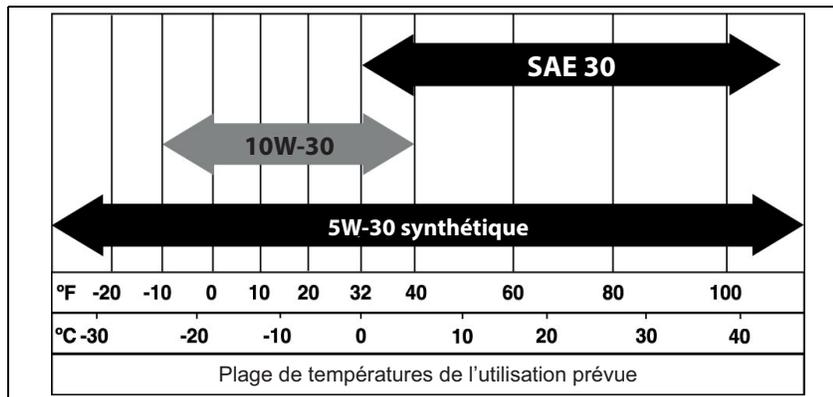

Figure 4-2 : Huile recommandée en fonction de la température
8. Remplissez le moteur avec l'huile recommandée appropriée. Pour connaître l'huile recommandée, voir Figure 4-2.